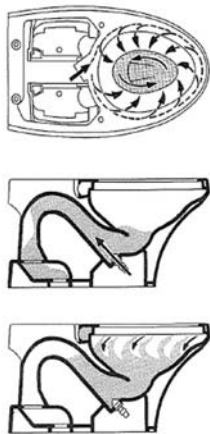

図7 シーケンシャルバルブ方式
この問題を解決するため、当社では新しい洗浄方式である「シーケンシャルバルブ方式」を開発し、住宅用大便器フラッシュバルブとして内蔵させることで、「タンクがない便器」すなわち、「タンクレス便器」を実現しました。「シーケンシャルバルブ」による洗浄方式を説明すると、図7に示すようになります。
STEP1 便鉢の洗浄（図7 上段）
STEP2 汚物排出（図7 中段）
STEP3 貯水（図7 下段）